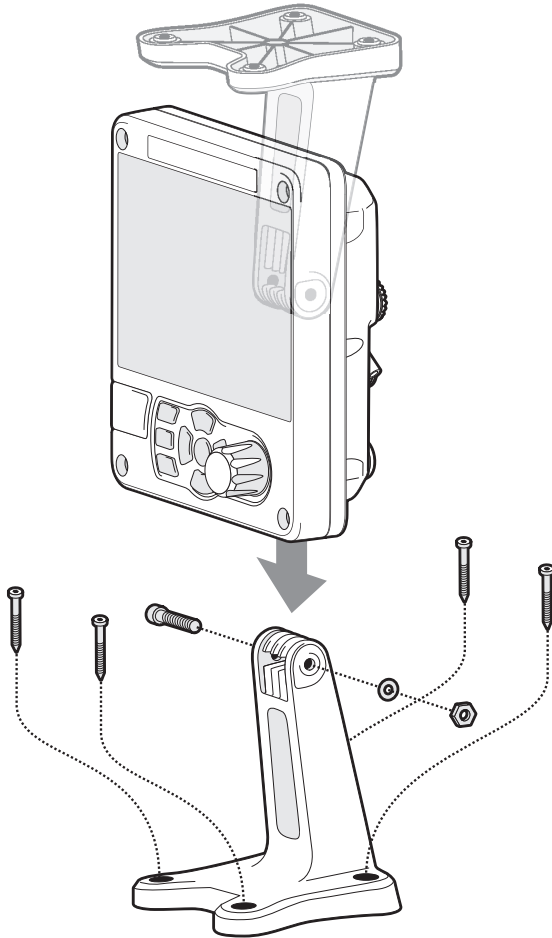

Abbildung 5 Tischmontage des AIS-Transponders
- Der Transponder ist mit vier selbstschneidenden Schrauben ausgestattet, um den AIS-Transponder mit der mitgelieferten Halterung auf einer geeigneten Oberfläche zu befestigen. Weitere Informationen hierzu finden Sie in Abbildung 5.